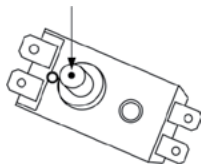

Рис. 10
- для вертикальных водонагревателей серии FSQ1: открутить гайку крепления термовыключателя, закрепленного на фланце ТЭНа, перевернуть термовыключатель и нажать до щелчка кнопку, расположенную по центру термовыключателя; рис.10;